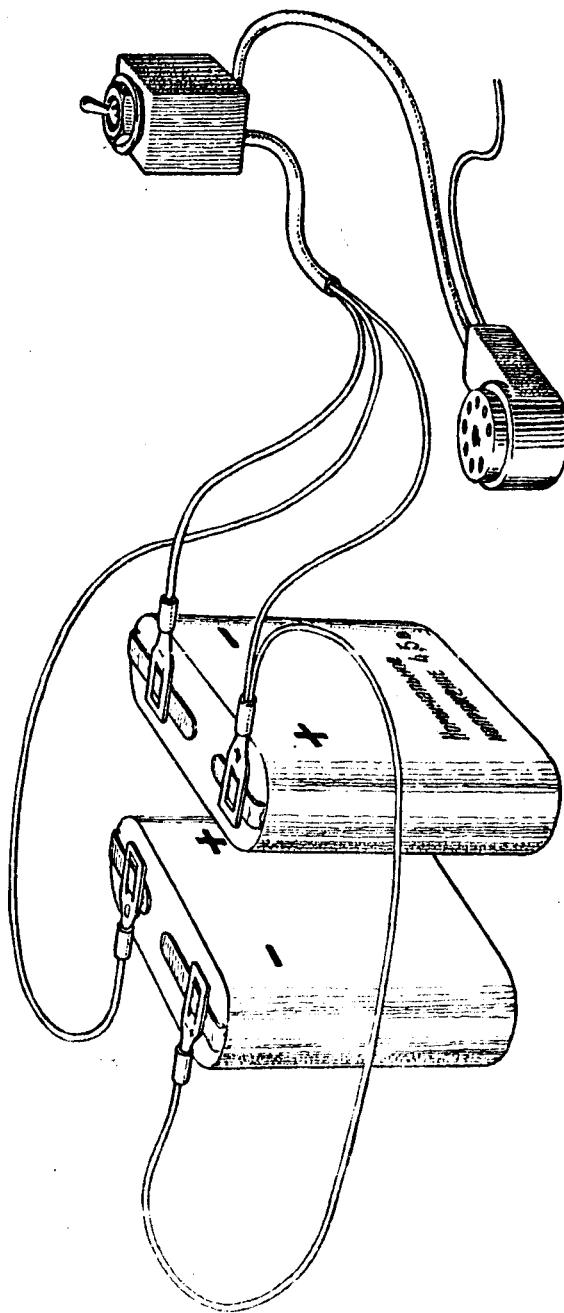

FIG. 2
5.2. Подключить к жгуту питания две батареи типа 3336 Л, соблюдая указанную на наконечниках жгута полярность (рис.2). Разъем жгута питания подключить к приемнику.